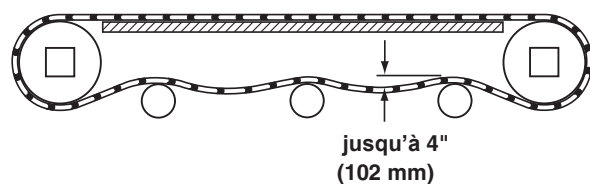

Figure 21
7. Vérifiez la flèche de la courroie en procédant à une mesure depuis le haut du retour de courroie (Figure 21).